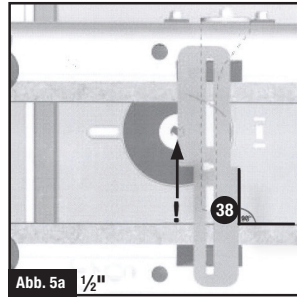

Abb. 5a 1/2"
Verschieben Sie den jeweiligen Fingerzinkenpositionierer ($\frac{1}{4}$ Zoll bzw. $\frac{1}{2}$ Zoll) an den Fingerzinken und ziehen Sie die Mutter fest. Legen Sie den Positionierer für $\frac{1}{2}$ Zoll auf der Seite der Außenstrebe und für $\frac{1}{4}$ Zoll auf der Gleitschienseite des Fingerzinkens an (siehe Abb. 5a und 5b).
7. Das Anlegestück für den Erstschnitt (38) versetzt die zu verbindenden Werkstücke. Es verfügt auf einer Seite über einen $\frac{1}{4}$ "-Absatz und auf der anderen Seite über einen $\frac{1}{2}$ "-Absatz. Es legt außerdem die Position des ersten Fingerzinkens fest. Folgen Sie als Ausgangspunkt dem in Abb. 5a und 5b (bei Betrachtung von vorne, d.h. von der Steckerkastenseite aus) dargestellten Aufbau. Legen Sie das Anlegestück für den Erstschnitt auf seine Halter, so dass die Nasen in den langen Schlitzen sitzen. Lösen Sie die Muttern und platzieren Sie die Anlegestückhalter nach Augenmaß, um die Kante des Anlegestücks auf die Mitte des Fräsers (auf Abb. 5a und 5b mit „!“ gekennzeichnet) auszurichten. Überprüfen Sie mit einem Winkelmaß, dass sich das Anlegestück im rechten Winkel zum Anschlag befindet. Ändern Sie die Einstellung bei Bedarf erneut, nachdem Sie einen Probearbeit durchgeföhrt haben.
4. Legen Sie das Anlegestück für den Erstschnitt gemäß Abb. 5a und 5b auf. Schieben Sie es vor und zurück, bis der Absatz sich auf ungefähr halbem Weg zwischen den Anschlägen befindet.